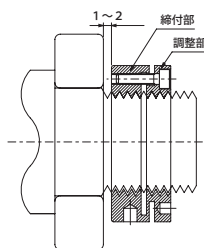

図14
- クランプねじはあらかじめ弛めておきます。そのあとクランプナットを端面に当たる手前(1~2mm残す)までねじ込みます。(図14)